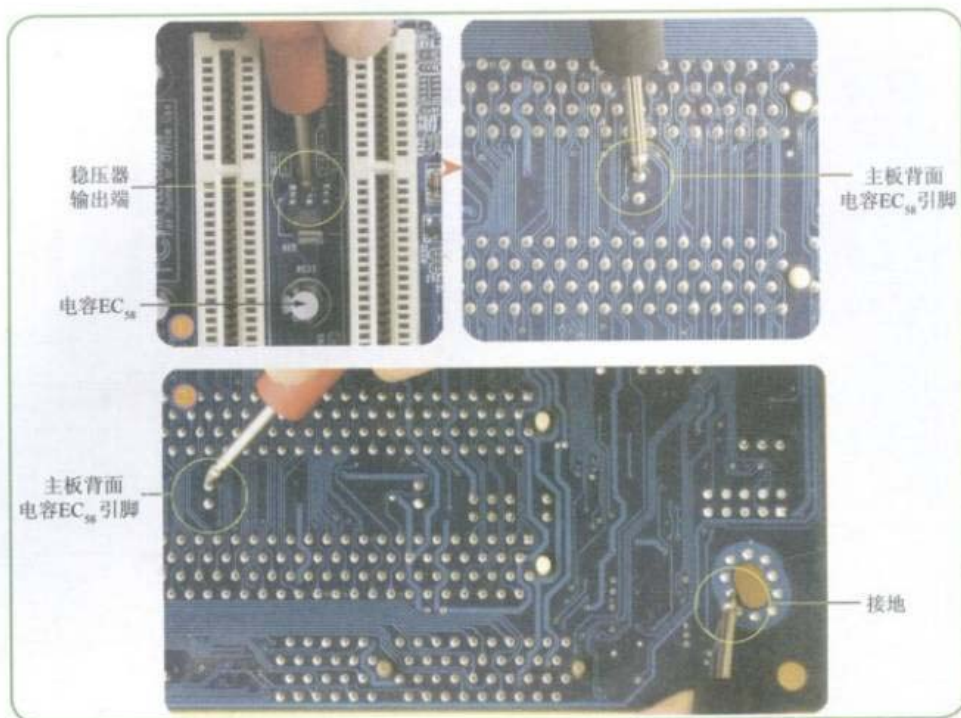

图6-24 测量Vout引脚连接滤波电容 $BC_{58}$ 的线路
Step 04 测量三端稳压器的Vout引脚连接滤波电容 $BC_{58}$ 的线路，如图6-24所示。